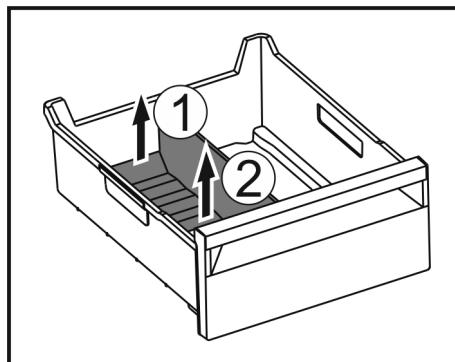

Fig. 168
- ▶ Повдигнете задната част на разделителя на отделението за лед. Fig. 168 (1)
- ▶ Извадете разделителя на отделението за лед нагоре. Fig. 168 (2)